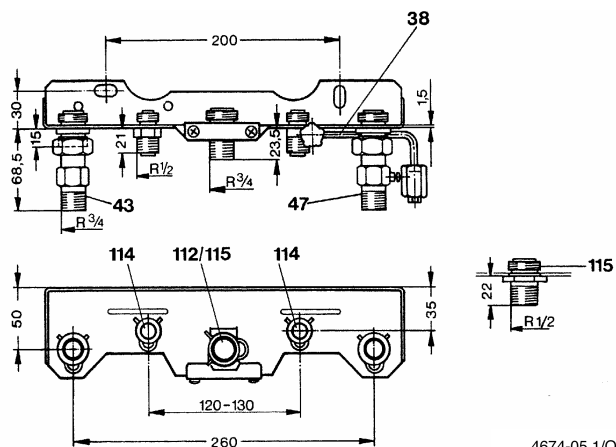

Bild 10 Montageanschlussplatte
- ▶ berbrckungsbogen an der Montageanschlussplatte an den Anschlussnippeln fr Kalt- und Warmwasser (114) montieren Bild 10.